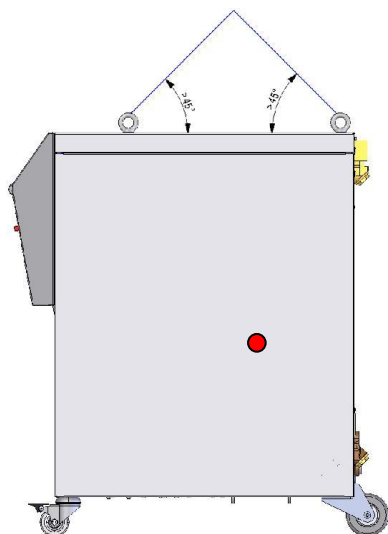

Fig. 7 : Points de levage
1. Élinguer les cordes et les sangles de manière appropriée Fig. 7.
2. S'assurer que l'appareil est suspendu d'aplomb, faire attention en cas de centre de gravité excentré (→ ● Fig. 7).